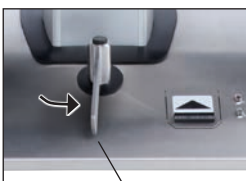

Bild 7
- Hebel nach vorne  bewegen (3, Bild 7), um das Fahrgestell einzufahren.
Hebelstellung (Bild 7 + 8):